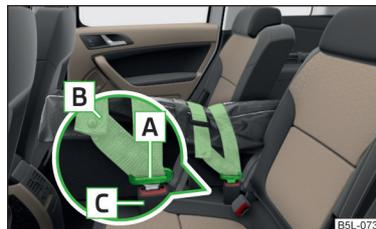

Fig. 95
- Meta las lengüetas [A] » fig. 95 en los cierres del cinturón de seguridad central [C], primero a un lado y luego al otro lado.